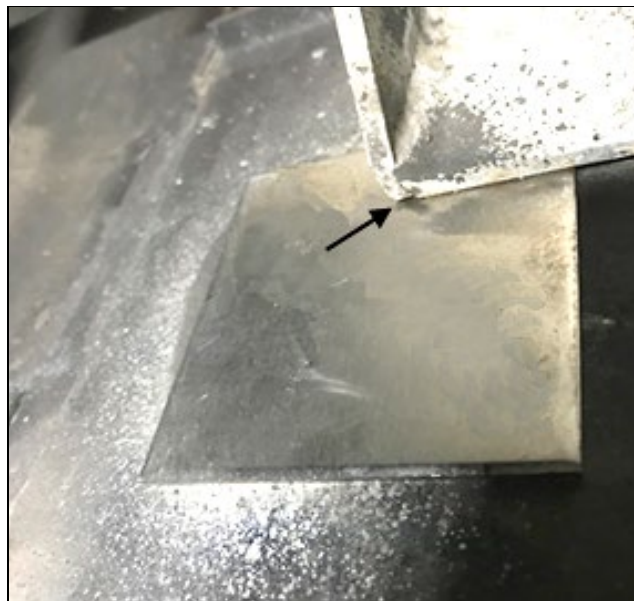

FIGURE 15: PLAQUE 7770484 PLACÉE PAR-DESSUS LES TROUS
6. Placer la plaque **7770484** pour recouvrir les 3 trous de la penture à l'arrière de la structure. (glisser le coin supérieur droit entre le châssis et le support de batterie (Figure 15)).